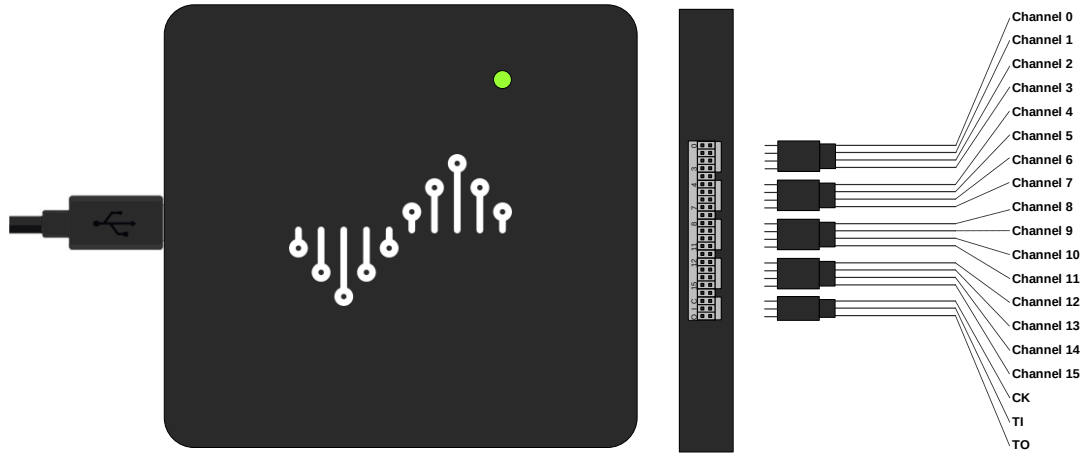

图 2-3
3) 连接排线至逻辑分析仪的采样端口，图 2-3 显示了排线和通道的对应关系。对于增强版设备，每个通道为屏蔽线，末端分为信号和地两个端口；对于基础版设备，每 4 个通道配一个地线（黑色），彩色线顺序对应 0-15 这 16 个通道。除此之外，排线还有 CK, TI 和 TO 信号，一般情况都不需要连接。其中 CK 通道为状态采样的时钟输入，可以把外部时钟当做采样时钟，TI 为外部触发信号的输入，TO 为触发信号的输出，会在采样过程中触发条件满足时输出脉冲。